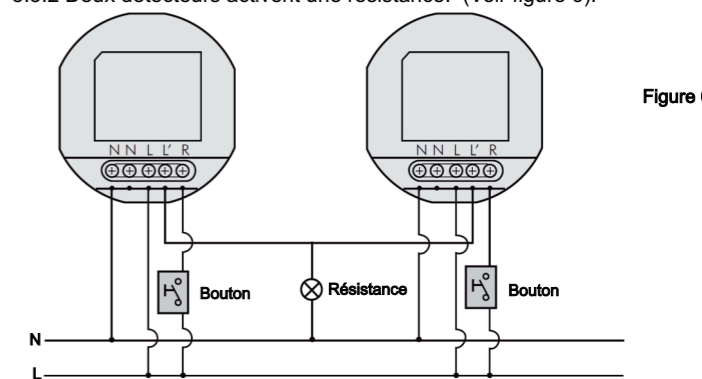

Figure 6
3.3.2 Deux détecteurs activent une résistance. (Voir figure 6).